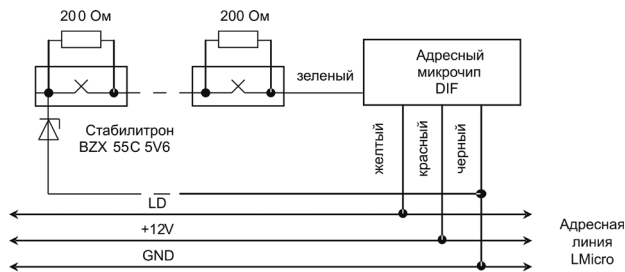

Рисунок 2. Схема подключения охранных извещателей с нормально замкнутыми контактами
- Для извещателей с нормально замкнутыми контактами используйте оконечный стабилитрон ВZХ55С5V6 или аналогичный. Для каждого извещателя - дополнительный резистор С2-33Н-0,25-200 Ом+5% или его аналог (Рисунок 2).